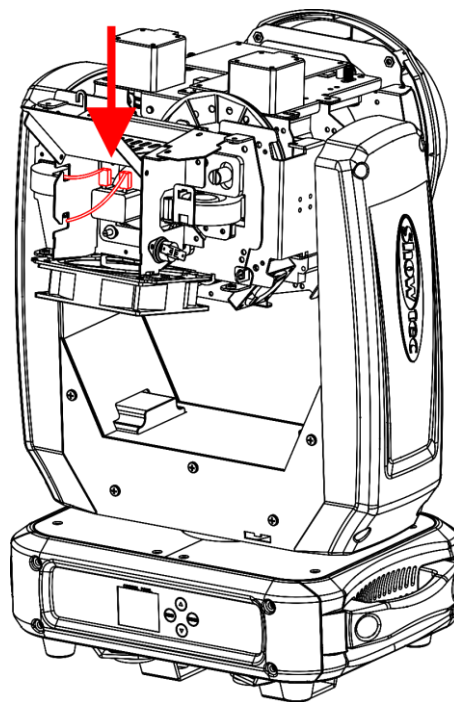

Fig. 20
- 04) Desconecte los 2 cables de los terminales de la lámpara (Fig. 20).